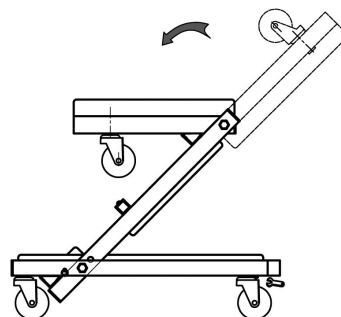

Figure 3 - Schéma de l'ajustement du sommier en siège
1. Déverrouillez la goupille de verrouillage à ressort en tirant dessus jusqu'à ce qu'elle soit libérée, en même temps, tournez le cadre avant et le cadre central vers le haut et vers le cadre arrière jusqu'à ce que la goupille de verrouillage s'engage dans l'encoche de verrouillage du siège (Fig.3). Vérifiez si la goupille de verrouillage est totalement enfoncée.